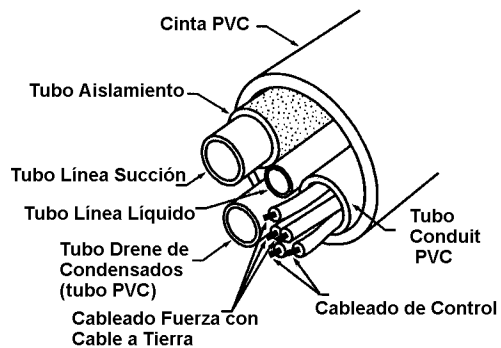

Figura 16
5. Después de terminar la instalación de las líneas de refrigerante, del cableado y de las conexiones de drene, únalos todos en un solo haz utilizando cinta a intervalos de 100 o 200 mm (4" a 8"). Asegúrese de que el tubo de drene se encuentre al fondo del haz de tubos. Ver Figura 16.